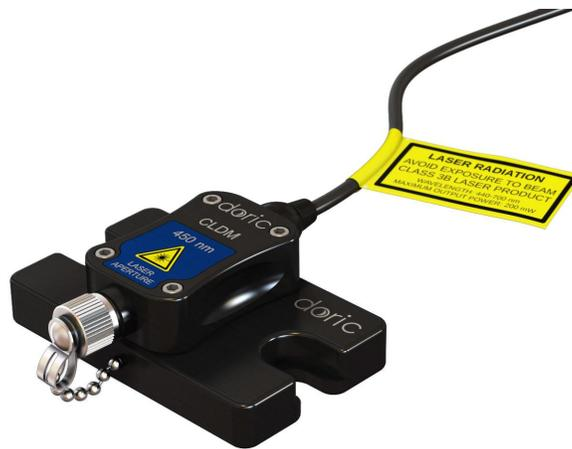

Figure 2.1 – Module de diode laser connectorisé
Le *Module de diode laser connectorisé (LD)* (Fig. 2.1) est une source laser à diode compacte avec un connecteur unique pour une utilisation avec des fibre optique à connecteur FC/APC. Ces modules sont disponibles pour des longueurs d'onde de 405 nm à 638 nm.